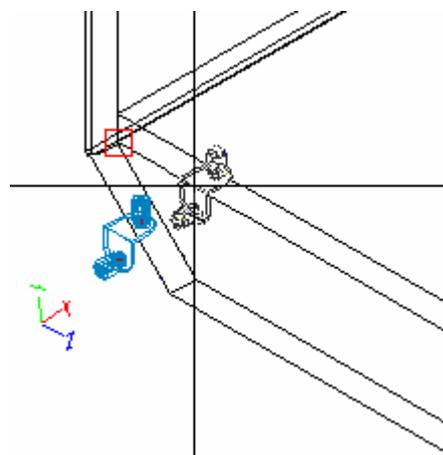

Рис. 95 Вставка уголка
4. Указать точку вставки уголка на левом ребре нижней пласти полки вблизи задней стенки тумбы (рис. 95). Перемещая курсор-перекрестье вдоль торца полки, установить уголок вместе с соответствующими винтами и пробками точно к левому нижнему заднему углу полки (заключен в квадрат).